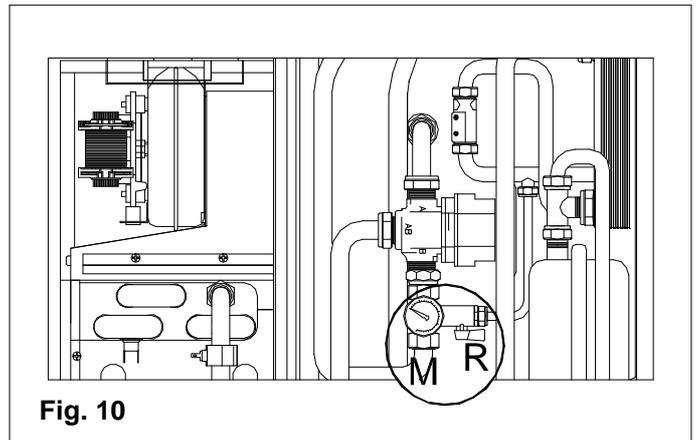

Fig. 10
- ouvrir également le robinet de remplissage R (Fig.10).
- au moyen du manomètre M (Fig.10), contrôler que la pression de l'installation soit de 1 bar et que le code H2O n'apparaisse pas sur l'écran du tableau de commande.